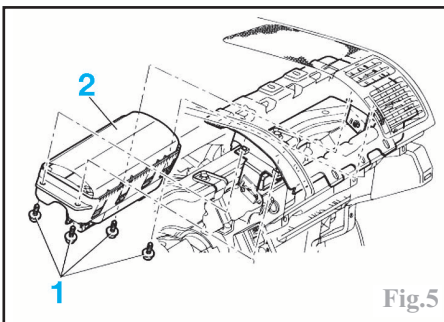

Fig.5
- les vis de fixation (1) de l'airbag (2) (Fig.5).
- l'airbag (2).